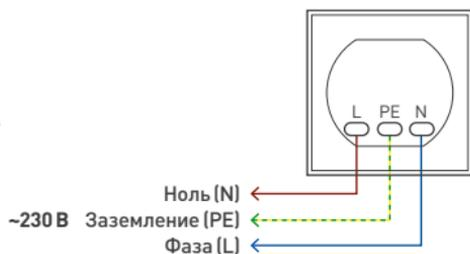

Рис.1.
- 3.5. Подключите провода сетевого питания AC 230 В к контактам розетки в соответствии со схемой (рис. 1):